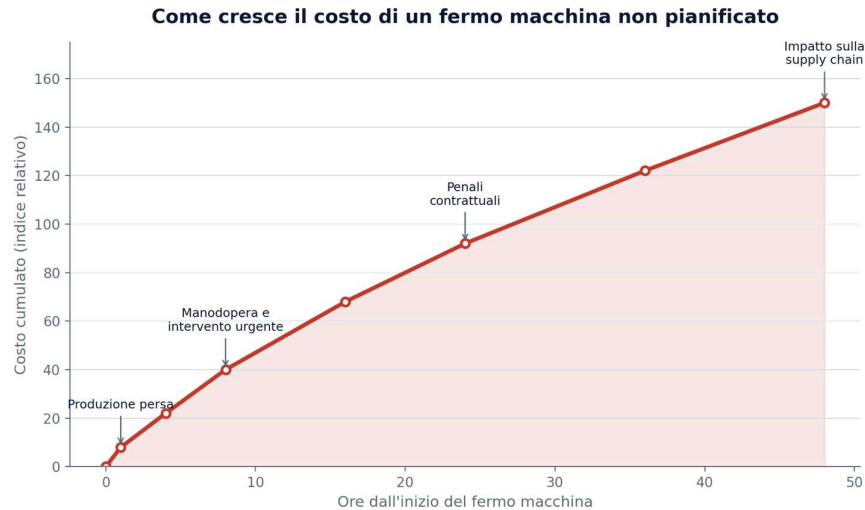

Figura 2 — Come cresce il costo di un fermo macchina non pianificato
- Figura 2 — Come cresce il costo di un fermo macchina non pianificato